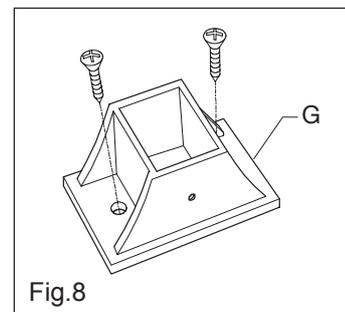

Fig.8
- Fissare con viti o tasselli (non in dotazione) le parti inferiori [G] degli attacchi a parete (fig. 8).